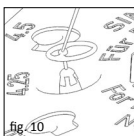

fig. 10
■ **fig. 10** Dersom de gitte anatomiske forholdene på stigbøylen krever at den partielle protesens klokke bøyes ut, så er dette enkelt mulig ved hjelp av konusen. I denne forbindelse presses den påsatte klokkeprotesen forsiktig mot konus med en nål eller med et annet mikrokirurgisk instrument. Klokken kan utvides i passende grad mens dette observeres under mikroskopet.